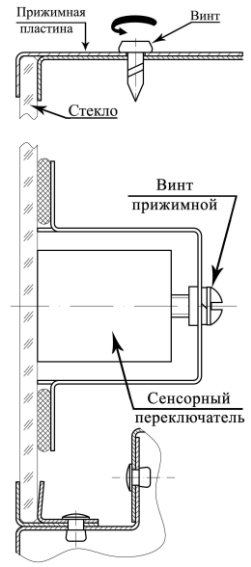
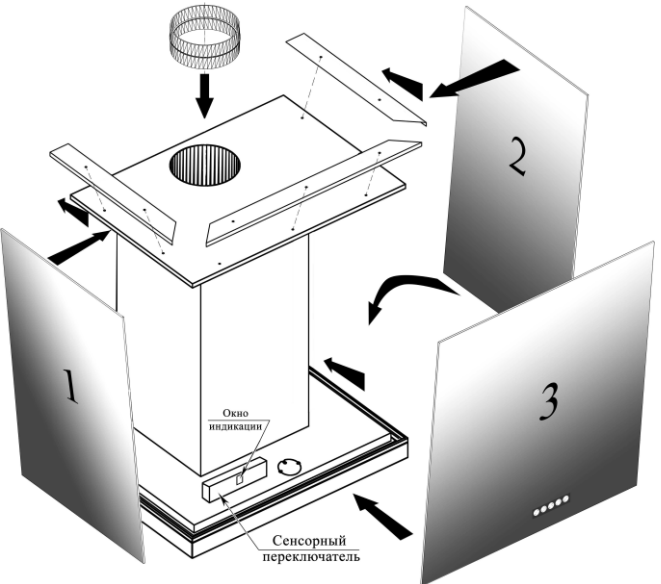

рис. 6
рис. 7
- проверьте нижние пазы на обрамлении вытяжки (рис.6), в пазах не должно быть мусора и посторонних предметов;
- выкрутите винты на верхних прижимных пластинах вытяжки (рис.6);
- **порядок установки стекол указан цифрами на рис. 7;**
- боковые стекла 1 и 2 (рис. 7) после установки в нижний паз сдвигаются в сторону стены, на которой закреплена вытяжка;
- при установке переднего стекла 3(рис. 7, 8), необходимо сенсорный переключатель установить в держатель, который приклеен к стеклу;
- закрепите переключатель зажимными винтами (рис.6, 9), которые расположены в держателе и затяните винты до упора;
- после установки переднего стекла 3 (рис.7) производится окончательная подгонка боковых стекол к переднему стеклу, затем необходимо затянуть винты на прижимных пластинах (рис.6).